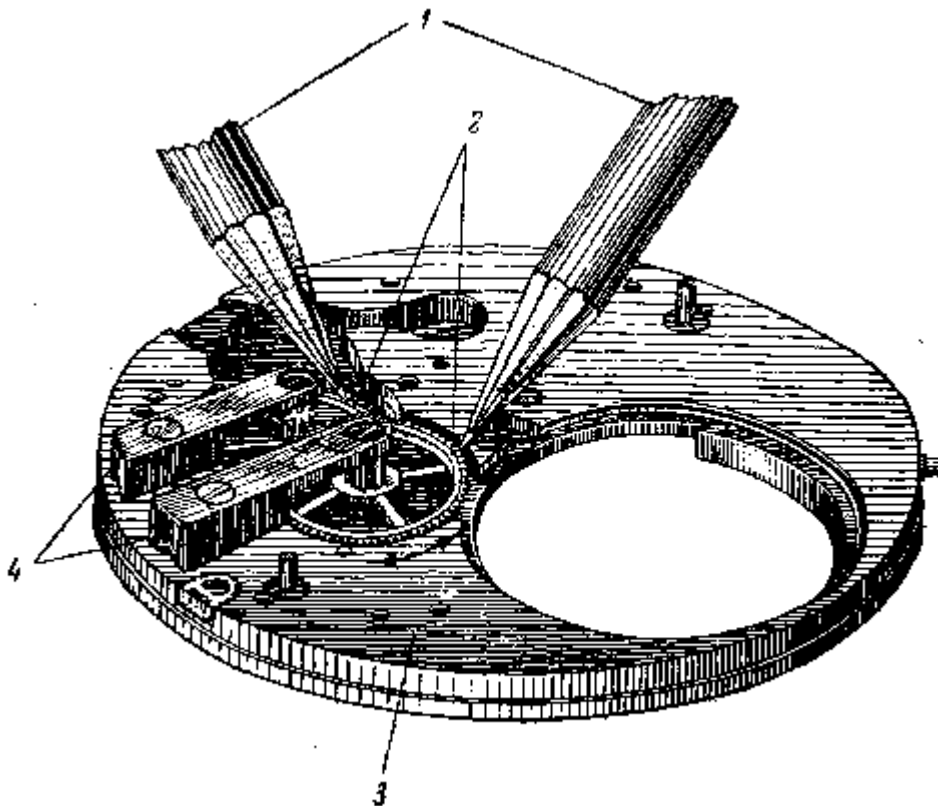

Рис. 124. Проверка сцепления зубьев колеса с трибом:
**Колеса.** При исследовании ангренажа рекомендуется проверять сцепления колес попарно, т. е. вращая барабан с центральным колесом, центральное с промежуточным и т. д. Если при вращении колес выявится недостаточная слаженность сцепления между колесом и трибом, данная пара колес должна быть тщательно проверена (как указано на рис. 124) зуб за зубом.